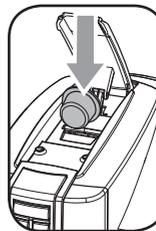

Abb. 2
- 9- Eine Kapsel wie in der Abbildung gezeigt einsetzen (**Abb.2**).